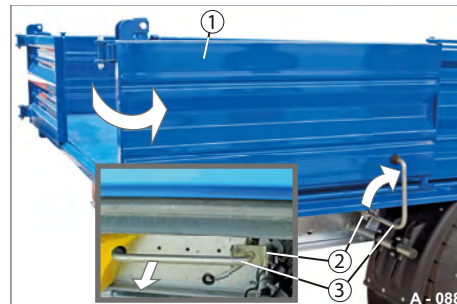

Abb. 73 Drehflügel gesichert
- ▶ Ziehen Sie den Feststeller (Abb. 73/3) aus der Halterung (Abb. 73/2) heraus.
- ▶ Drehen Sie den Feststeller um ca. 90 ° nach oben und fixieren Sie den Drehflügel (Abb. 73/1).
- ▶ Ziehen Sie am Feststeller (Abb. 73/3) und arretieren Sie diesen in dem Halter (Abb. 75/3).